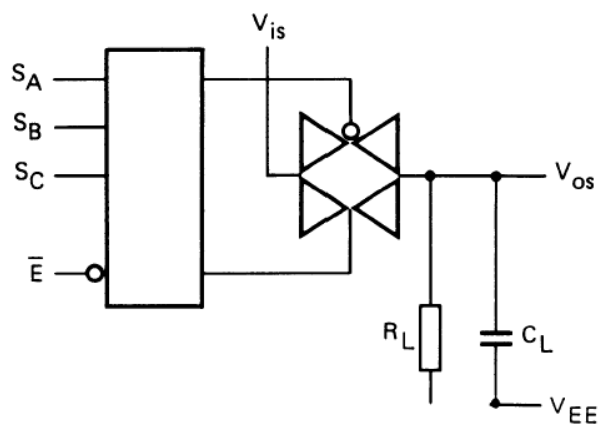

图 3
1. $R_L=10K\Omega$ 到 V_{EE} ; $C_L=50pF$ 到 V_{EE} ; $\overline{E}=V_{SS}$; $V_{IS}=V_{DD}$ (方波); 如图 3 所示
2. $R_L=10K\Omega$; $C_L=50pF$ 到 V_{EE} ; $\overline{E}=V_{SS}$; $S_n=V_{DD}$ (方波); $V_{IS}=V_{DD}$ 和 R_L 到 V_{EE} 用来测量 t_{PLH} ; $V_{IS}=V_{EE}$ 和 R_L 到 V_{DD} 用来测量 t_{PHL} ; 如图 3 所示
3. $R_L=10K\Omega$; $C_L=50pF$ 到 V_{EE} ; $\overline{E}=V_{DD}$ (方波); $V_{IS}=V_{DD}$ 和 R_L 到 V_{EE} 用来测量 t_{PHZ} 和 t_{PZH} ; $V_{IS}=V_{EE}$ 和 R_L 到 V_{DD} 用来测量 t_{PLZ} 和 t_{PZL} ; 如图 3 所示
6. $R_L=10K\Omega$ 到 V_{EE} ; $C_L=15pF$ 到 V_{EE} ; $\overline{E}$ 或 $S_n=V_{DD}$ (方波); 干扰是 $|V_{OS}|$ (峰值); 如图 3 所示